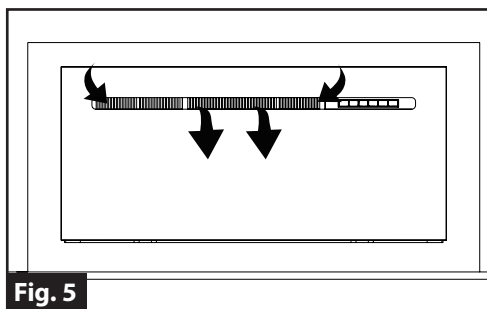

Fig. 5
7. No bloquee las áreas de ventilación. (Fig. 5)